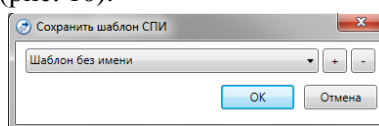

Рис. 10 Окно сохранения шаблона СПИ
- ✓ В контекстном меню устройства выбрать пункт *Сохранить шаблон настроек*. В результате появится окно *Сохранить шаблон СПИ* (рис. 10).